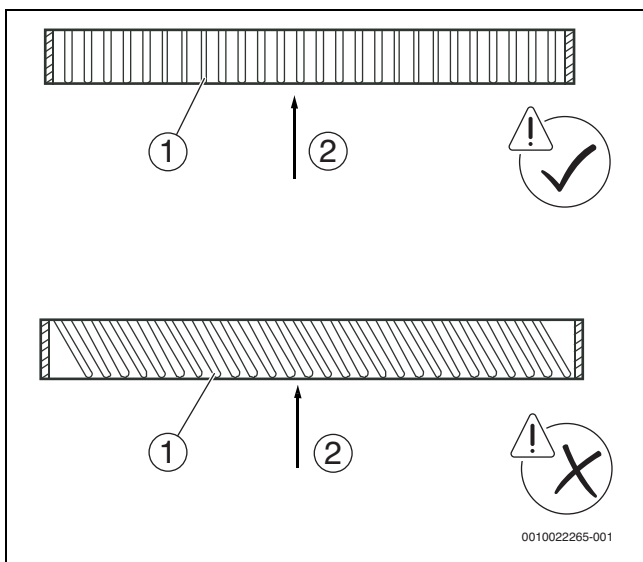

Рис. 3
- ▶ Убедитесь, что решетка воздухозаборника расположена под углом таким образом, что она параллельна направлению впуска воздуха. Между решеткой воздухозаборника и направлением воздухозаборника не должно быть угла, иначе будет увеличиваться уровень шума (→ рис. 3).